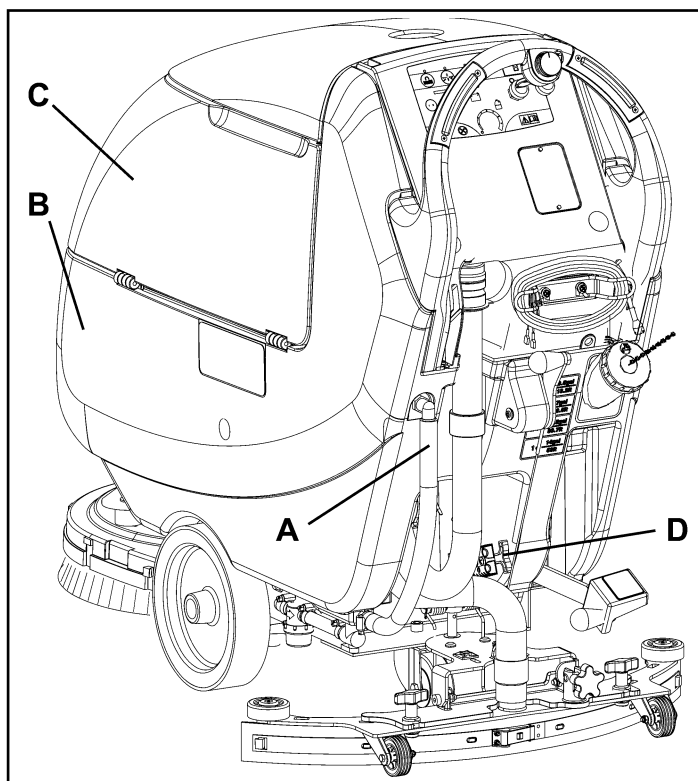
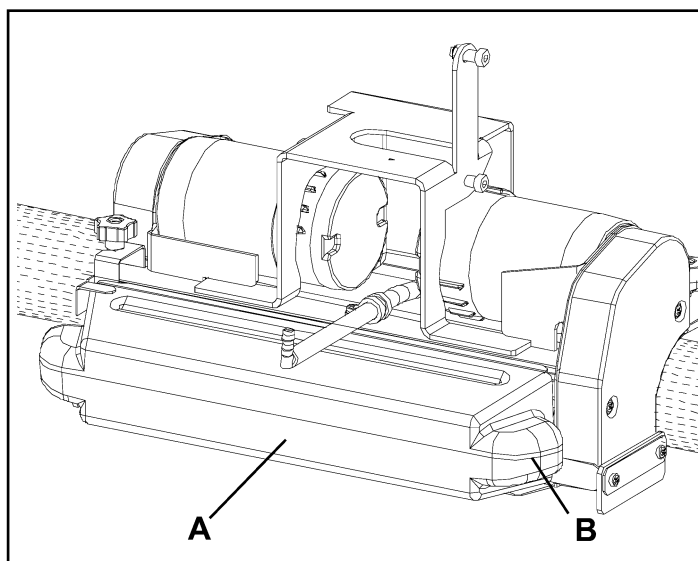

Figure 23
Figure 24
7. Vider le réservoir de solution au moyen du tuyau (A, Fig. 23).
9. Avec la tête porte-brosses cylindriques baissée, déposer le conteneur déchets (A, Fig. 24) en le tirant latéralement à l'aide de la poignée (B).
10. Vider et laver le conteneur (A), puis l'installer en engageant les dispositifs de retenue.
2. Vider les réservoirs (B et C, Fig. 23) et le conteneur déchets (A, Fig. 24) en procédant comme indiqué au paragraphe spécifique.
2. Débrancher le connecteur (D, Fig. 23) des batteries.